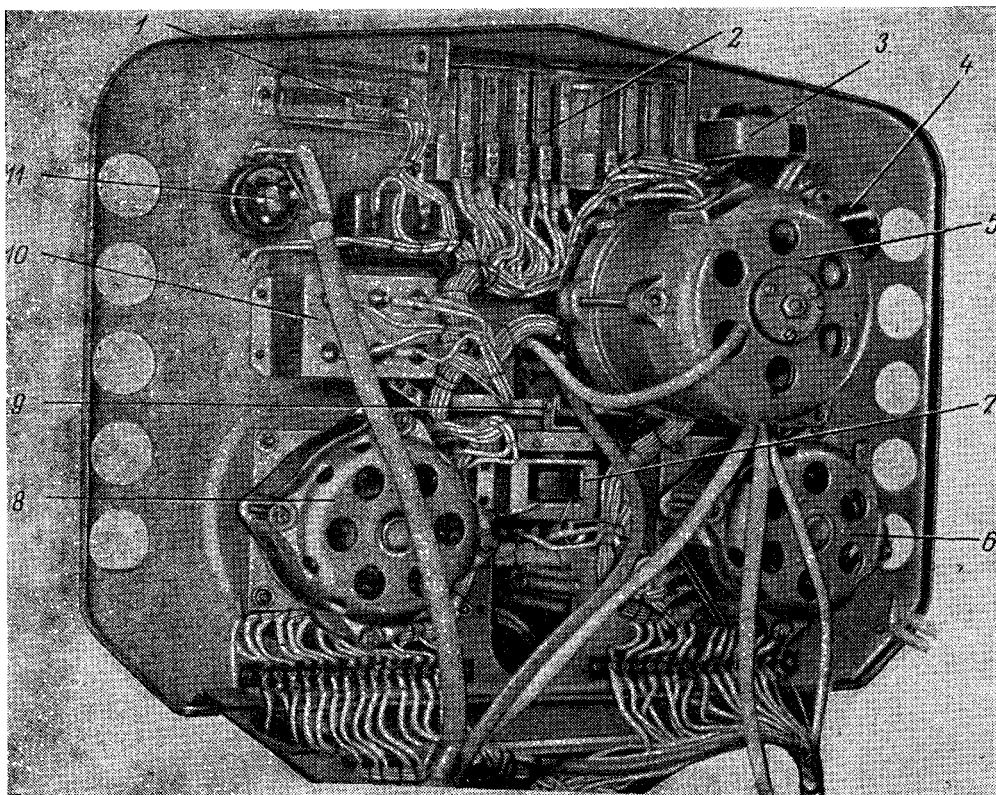

Рис. 116. Лентопротяжный механизм (вид снизу).
**Лентопротяжный механизм.** Под декоративной панелью на стальной плате расположен лентопротяжный механизм (рис. 115). Он приводится в движение тремя электродвигателями (рис. 116). Ведущий электродвигатель типа ДВА-У4 предназначен только для равномерного продвижения ленты при записи и воспроизведении, для чего на его валу укреплен насадка, находящаяся в этих режимах в непосредственном контакте с лентой. Боковые электродвигатели типа КДП служат для подмотки и подтормаживания ленты, а также для ускоренной перемотки ее вправо и влево. Боковые электродвигатели имеют противоположное направление вращения (правый — против, а левый — по часовой стрелке). На вал каждого из них насажен тормозной барабан с подкатушкой.